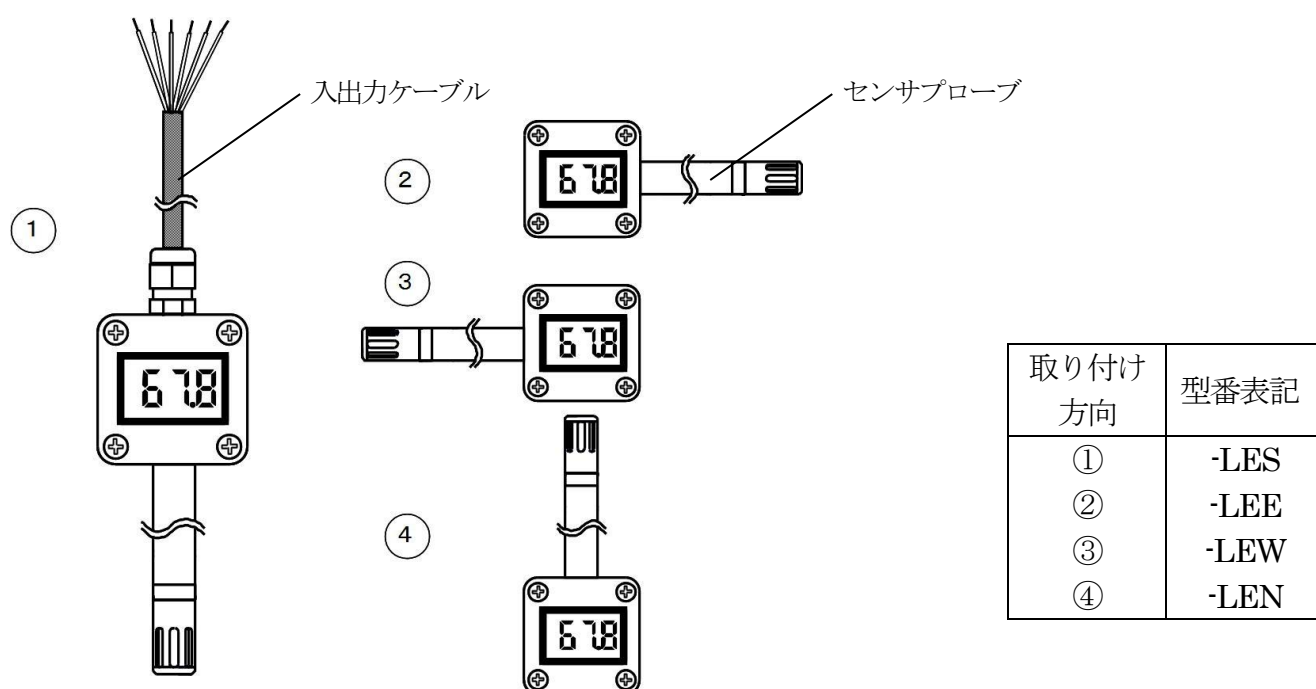

図 1 相対湿度表示器(オプション)の型番表記と取り付け方向
- LES : 相対湿度 LED 表示器(S は方向) (図 1 参照)(*5)